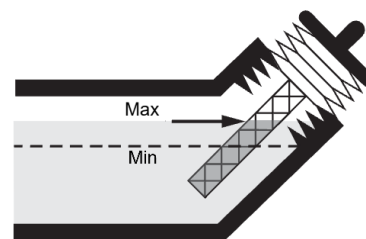

Fig. 7
- Nettoyez la zone autour du goulot de remplissage d'huile et retirez le bouchon de remplissage d'huile moteur (11).
- Retirez la jauge d'huile et vérifiez que le niveau d'huile se situe entre les repères MIN et MAX. Voir la Fig. 7 pour l'illustration.